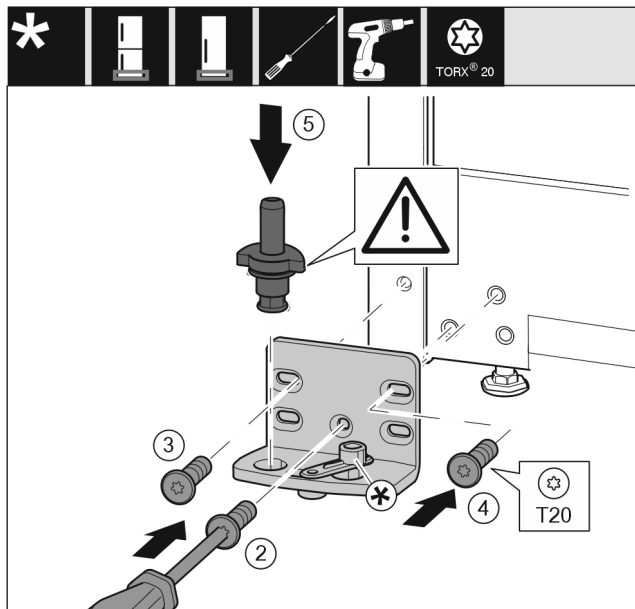

Fig. 17
- ▶ Helyezze fel a csapágybakot a másik oldalra, és húzza meg T20 csavarhúzóval. Alul közepén a 2 számmal jelölt csavarral kezdjen. Fig. 17 (2)
- ▶ Húzza meg a 3 és 4 számmal jelölt csavart. Fig. 17 (3,4)
- ▶ Helyezze be teljesen a csapszeget. Közben ügyeljen arra, hogy a bekattanó bütyök hátrafelé mutasson. Fig. 17 (5)